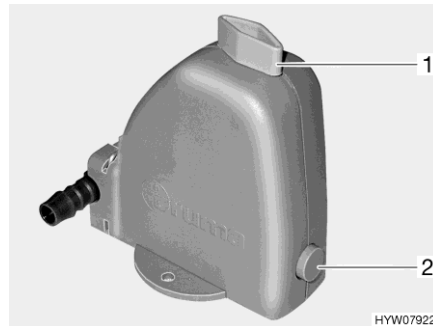

Bild 117 Sicherheits-/Ablassventil
Die Heizung ist mit einem Sicherheits-/Ablassventil (Bild 117) ausgestattet. Das Sicherheits-/Ablassventil verhindert, dass Wasser für die Warmwasserbereitung einfriert, wenn bei Frost die Heizung nicht eingeschaltet ist.
- Sicherheits-/Ablassventil schließen. Dazu den Drehknopf (Bild 117,1) quer zum Sicherheits-/Ablassventil drehen und den Druckknopf (Bild 117,2) hineindrücken.
- Sicherheits-/Ablassventil öffnen. Dazu den Drehknopf (Bild 117,1) längs zum Sicherheits-/Ablassventil drehen. Der Druckknopf (Bild 117,2) springt heraus. Der Brauchwasser-Behälter wird über das Sicherheits-/Ablassventil nach außen entleert.